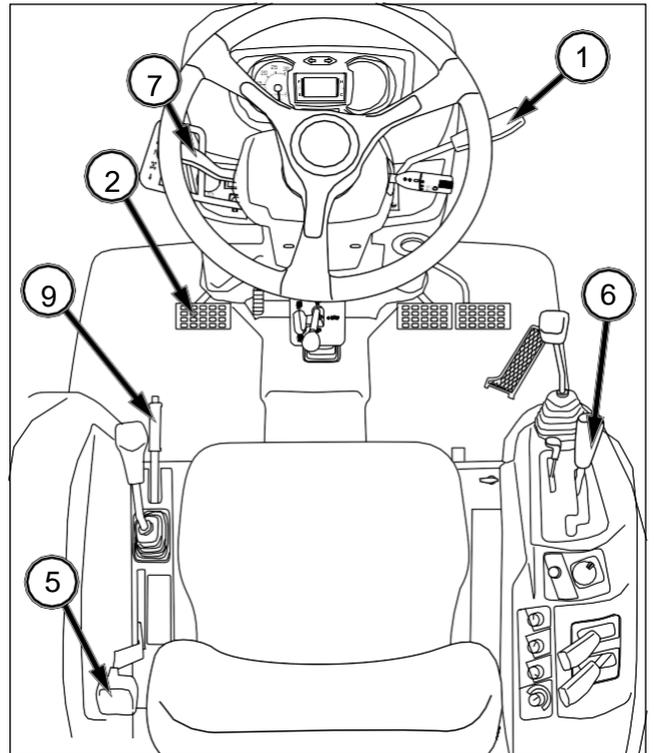

FIG. 97
FIG. 97 y 98: Para detener el tractor, desplace la palanca del acelerador (1) hacia delante para reducir el régimen del motor y la velocidad de desplazamiento. Pise a fondo el pedal de acoplamiento (2) y el pedal de freno (3 y 4) para detenerse. Sitúe la palanca de selección del intervalo de velocidad (5), la palanca de cambio de velocidad (6) y la palanca de sentido de la marcha (7) en posición Neutra.